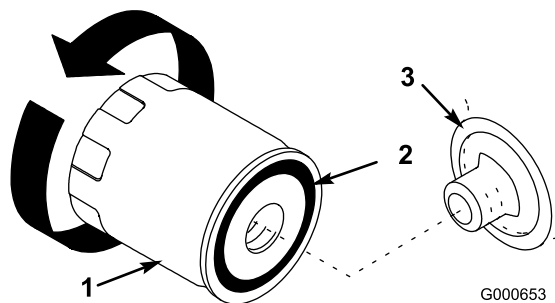

Figure 31
8. Enlevez le filtre à huile usagé et essuyez la surface du joint de l'adaptateur (Figure 31).
11. Appliquez une fine couche d'huile neuve sur le joint en caoutchouc du filtre de rechange (Figure 31).
12. Posez le filtre à huile de rechange sur l'adaptateur. Tournez le filtre dans le sens horaire jusqu'à ce que le joint rejoigne l'adaptateur, puis donnez 1/2 tour supplémentaire (Figure 31).